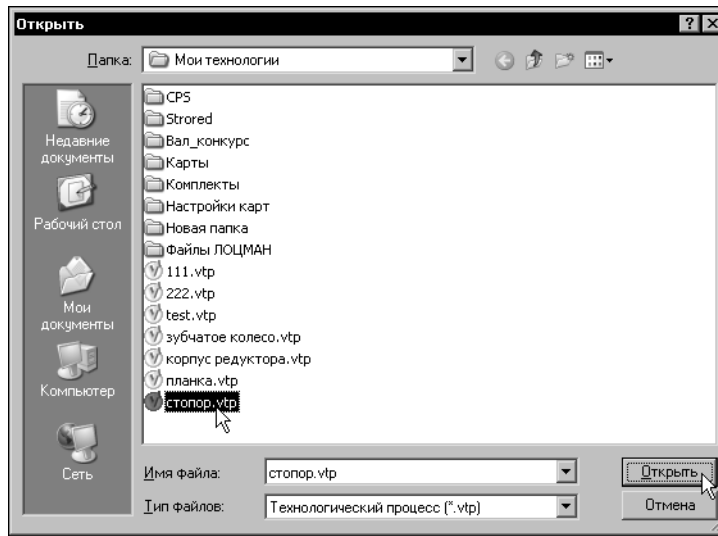

Рис. 3.2. Загрузка файла техпроцесса в САПР ТП ВЕРТИКАЛЬ
2. В окне проводника (рис. 3.2) найдите и щелчком мыши выберите файл, содержащий требуемый технологический процесс.
3. Нажмите кнопку **Открыть** (рис. 3.2).
Диалоговое окно **Открыть**, показанное на рис. 3.2, полностью состоит из стандартных компонентов Windows, используемых для диалоговых окон подобного типа, поэтому его подробное описание здесь не приводится.
Вид окна **Сохранить как** идентичен виду окна **Открыть** (рис. 3.2).